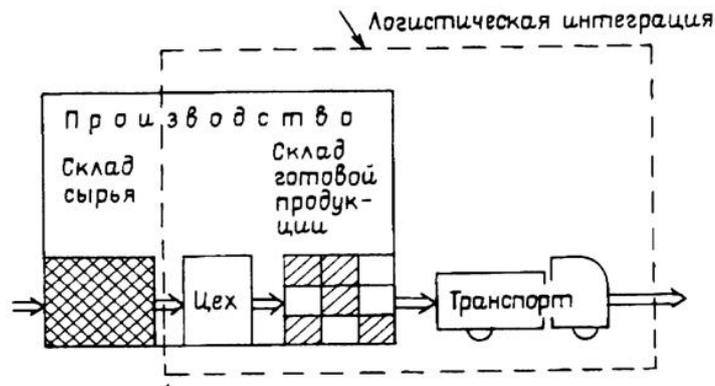

Рис.2 - Второй этап развития логистики: производственный цех, транспорт и склад начинают работать как единый слаженный механизм
2. **Второй этап в развитии логистики приходится на 80-е годы XX века. В этот период интеграционная основа логистики расширилась и стала охватывать производственный процесс (рис.2).**